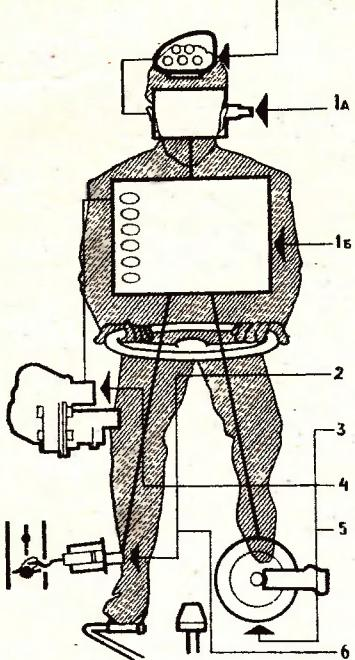

Рис. 2. Схема действия автоматической трансмиссии Рено.
Действие автоматической трансмиссии Рено легко уяснить из приводимой здесь схемы на рис. 2. Клавиши получают соответствующий «приказ» от водителя перед началом движения (1). Электронный прибор управления «решает», когда необходимо осуществить переключение передач (1a). Реле передает приказания клавиши и прибора управления на редуктор числа оборотов, на сцепление и на избиратель передач (1b). Редуктор числа оборотов снижает их при выключении сцепления (2). Электрическое магнитное парашютное сцепление выключается (3), а избиратель определяет нужную передачу и осуществляет переключение с помощью электромотора (4). Автоматическое сцепление включается (5), и редуктор разрешает вновь увеличить обороты (6).